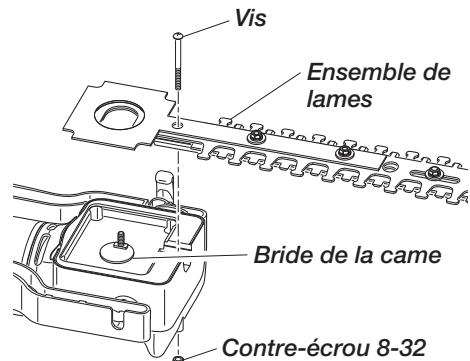

Figure 19 - Retrait de l'ensemble de lames
5. Enlevez la vis qui retient l'ensemble de la lame (voir la Figure 19). **IMPORTANT :** Assurez-vous de ne pas desserrer le contre-écrou 8-32 qui fixe cette vis.
8. Réglez l'ensemble de la lame de sorte que la came s'insère correctement sur les lobes de forme ovale de l'ensemble (voir la Figure 19). **IMPORTANT :** La partie au diamètre supérieur de la came doit être sur le dessus, à l'opposé de l' entraînement. La partie au diamètre inférieur de la came doit être située en-dessous, reposant directement sur la bride de la came.